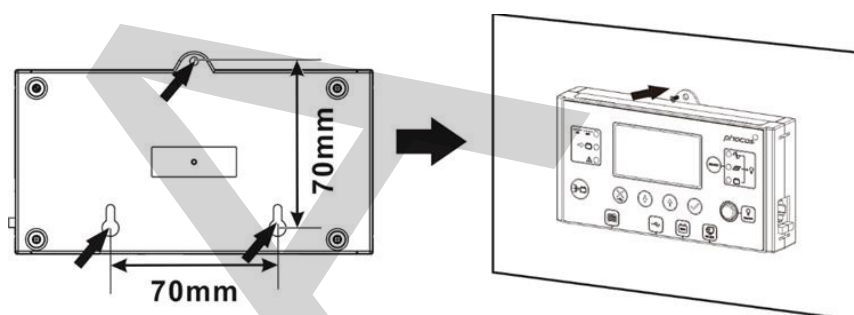

Fig. 12: Τρύπες τοποθέτησης ασύρματης οθόνης
5. Τρυπήστε τα τρία σημεία σε απόσταση 70 mm, 2.76 in μεταξύ τους (Fig. 12, αριστερά). Χρησιμοποιήστε βίδες M3, διαμέτρου no. 4. Η κεφαλή της βίδας πρέπει να είναι μεταξύ 5 ~ 7 mm, 0.2 ~ 0.3 in. Βιδώστε τις δύο κάτω τρύπες στον τοίχο όπου θα εγκατασταθεί η οθόνη και αφήστε τις τρύπες να προεξέχουν 2 mm, 0.08 in. από τον τοίχο. Σπρώξτε την οθόνη κάτω προς τις προεξέχουσες βίδες. Τώρα βιδώστε την τρίτη βίδα από πάνω (Fig. 12, δεξιά).